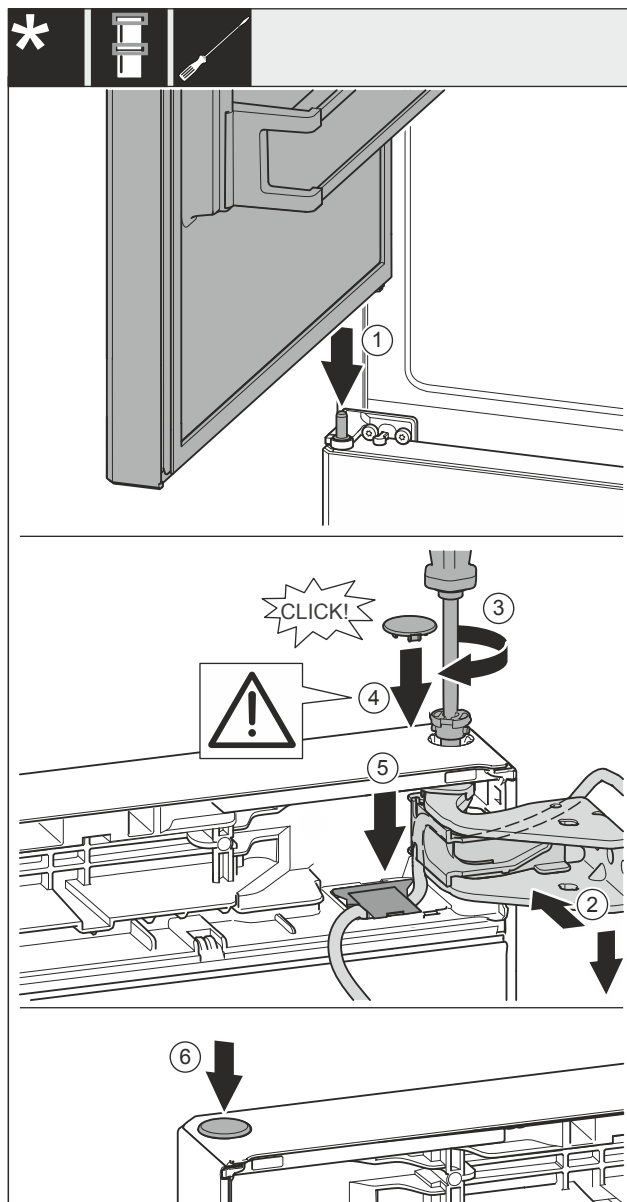

Fig. 36
- ▶ Helyezze rá a felső ajtót a középső csapszegre Fig. 36 (1).
- ▶ Igazítsa be az ajtót fent a csapágybak Fig. 36 (2) nyílásához.
- ▶ Helyezze be a csapszeget Fig. 36 (3), és húzza meg csavarhúzóval.
- ▶ Helyezze be a fedelet Fig. 36 (4).
- ▶ Ellenőrizze, hogy a fedél Fig. 36 (4) felfekszik-e az ajtóra.
- ▶ Helyezze be a fedelet Fig. 36 (5), és nyomja le, míg a helyére nem pattan.
- ▶ Helyezze be a fedelet Fig. 36 (6).